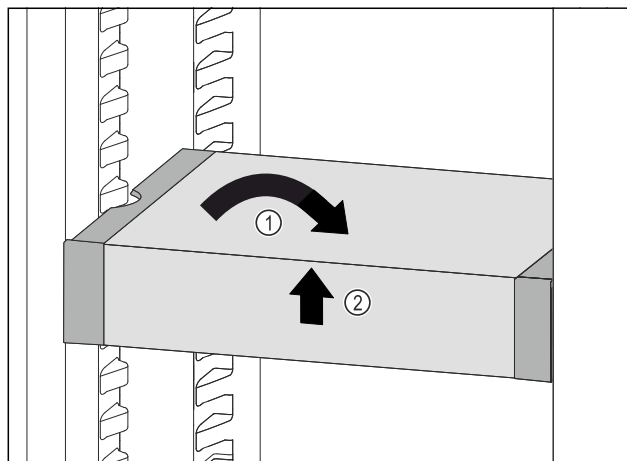

Fig. 143
- ▶ VarioSafe ustawić prosto. Fig. 143 (1)
- ▶ VarioSafe unieść z przodu. Fig. 143 (2)